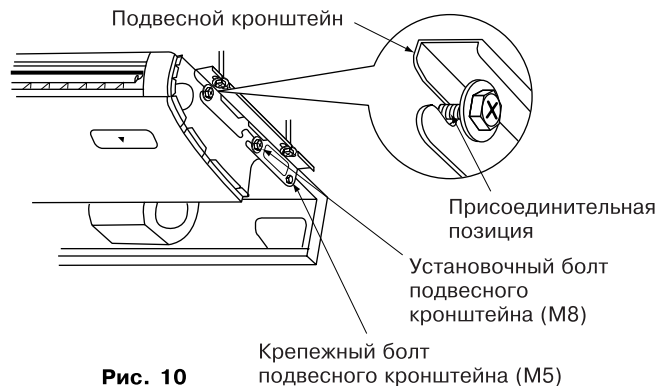

Рис. 10
- (2) Приподнимите основной корпус комнатного блока и установите болт крюка (M8) на присоединительную позицию для крюка, выдвигая основной блок спереди. (См. рис. 10)
- (3) Надежно закрепите болты для крюков (M8) на четырех установочных позициях слева и справа. (См. рис. 10)
- (4) Снятые ранее винты для крюков (M5) установите обратно и надежно закрепите на 2 позициях слева и справа. Это необходимо для предотвращения любых отклонений основного корпуса комнатного блока вперед и назад. (См. рис. 10)